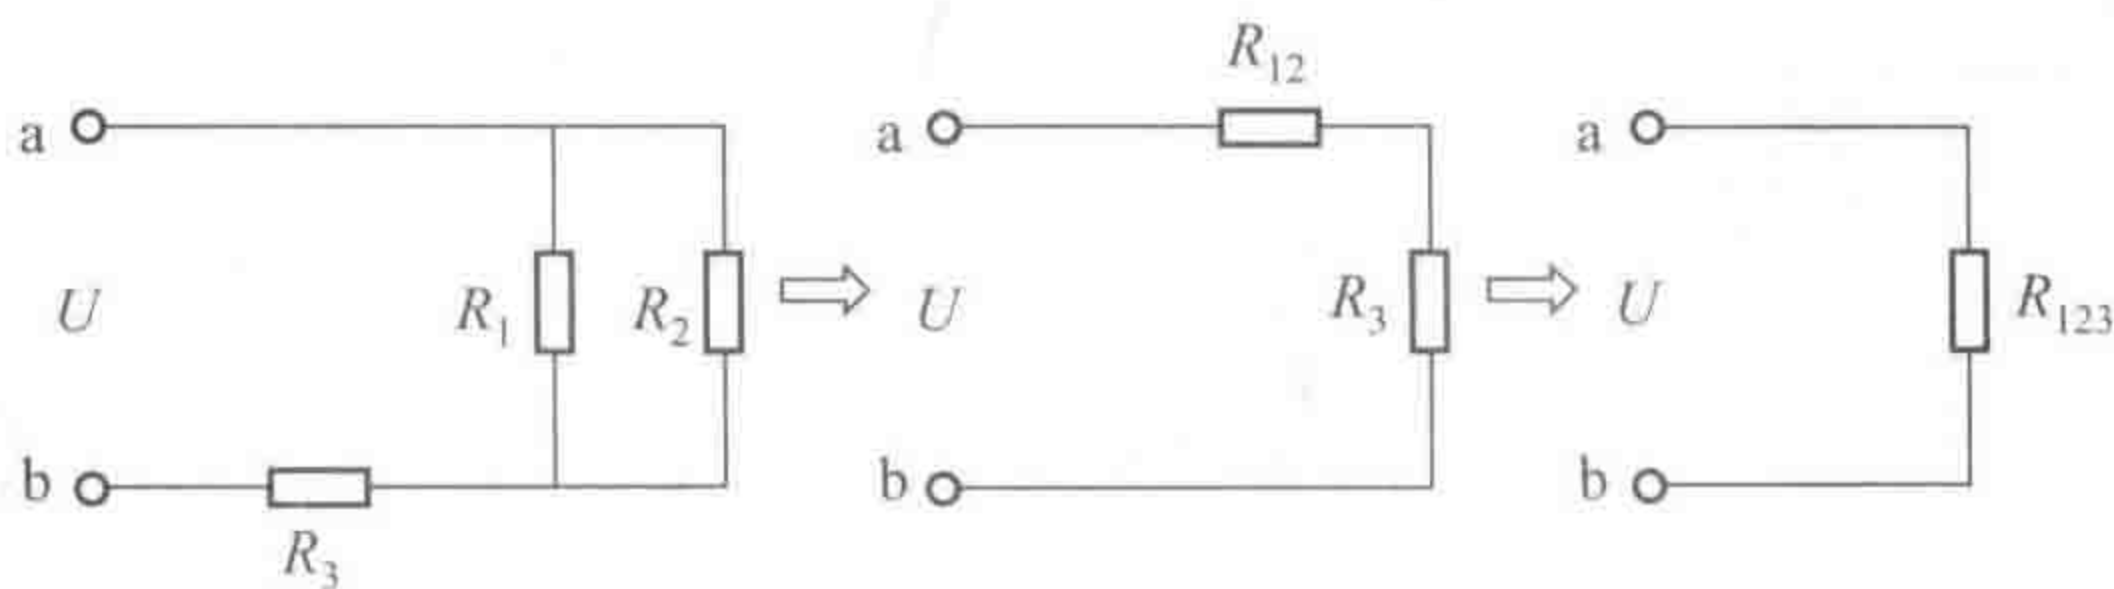

图 1-3 混联电路
(4) **混联电路** 在电路中,既有串联又有并联的连接,统称为混联或叫复联,如图 1-3 所示。如果要计算总电阻,先计算电路中单纯的串联或并联,然后计算总电阻。如图 1-3 所示,先要将 R_1 和 R_2 两个并联合并为一个电阻(按并联计算),然后再和 R_3 串联合并,得到下一个总电阻。可用以下公式表示: